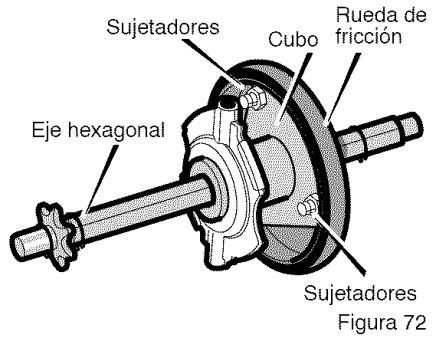

Figura 72
11. Quite los tres **sujetadores** que retienen la **rueda de fricción** en el **cubo** (Figura 72).